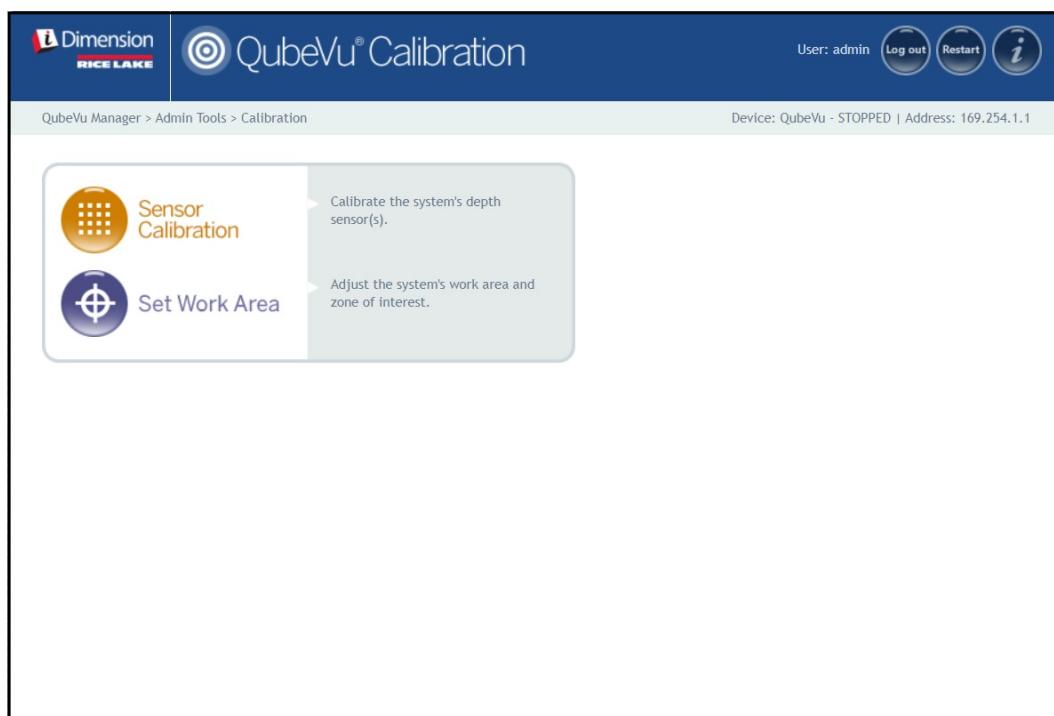

Figura 6-2. Menú de calibración
1. Seleccione  **Sensor Calibration** en el menú **Calibration** (Calibración) (Figura 6-2 en la página 45). Aparece el menú **Sensors Calibration** (Calibración de sensores).
1. Seleccione  **Sensor Calibration** en el menú **Calibration** (Calibración) (Figura 6-2 en la página 45). Aparece el menú **Remote Sensors Calibration** (Calibración de sensores remotos).